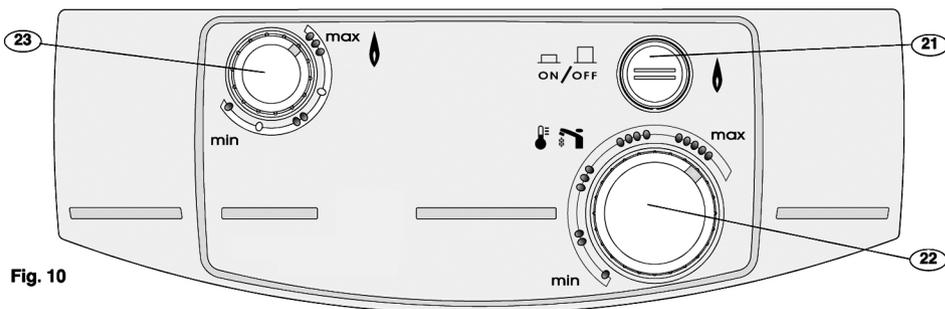

Fig. 10
- Togliere il manopola di comando gas (23) e selettore di temperatura (22) (fig.10) tirandola verso di sé
Segnare interruttore Accensione/Arresto (21) in posizione **ON** (fig. 10).